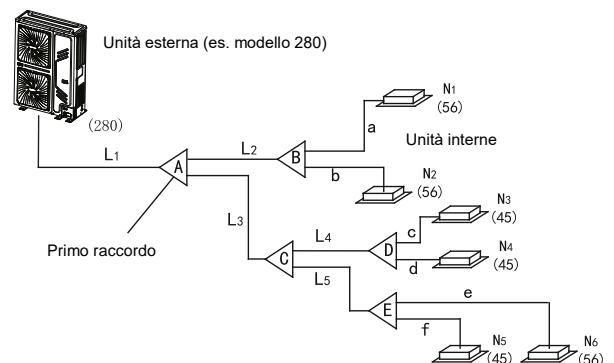

Fig. 4-6
- Tubo principale (vedi Fig. 4-6 e Tab. 4-4).
In Fig. 4-6, il tubo principale L1 è collegato ad un'unità esterna con la potenza di 28 kW. Quando si determina la dimensione del tubo in base alla Tabella 4-4, la dimensione del tubo gas/liquido è  $\varnothing 22,2/\varnothing 9,5$ . La lunghezza totale equivalente dei tubi del gas del liquido è  $> 90$  m. Quando si determina la dimensione del tubo in base alla Tabella 4-4, la dimensione del tubo del gas/liquido è  $\varnothing 25,4/\varnothing 12,7$ . Secondo il principio di selezione in base al valore più alto, dovrebbero essere utilizzati tubi  $\varnothing 25,4/\varnothing 12,7$ .